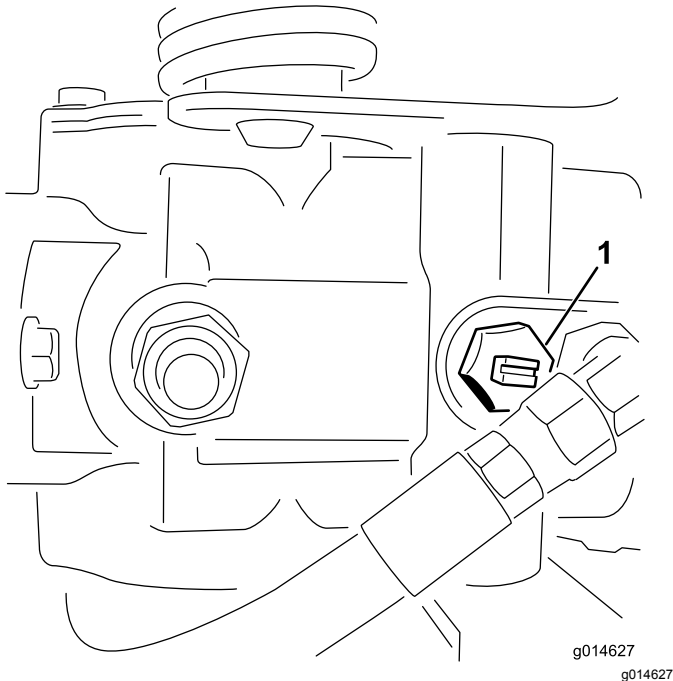

图24
1. 找到并旋转泵上的旁通阀使槽处于垂直位置 图24。
2. 启动发动机之前、旋转旁通阀、使槽处于水平位置、这样就可以关闭旁通阀 (图24)。